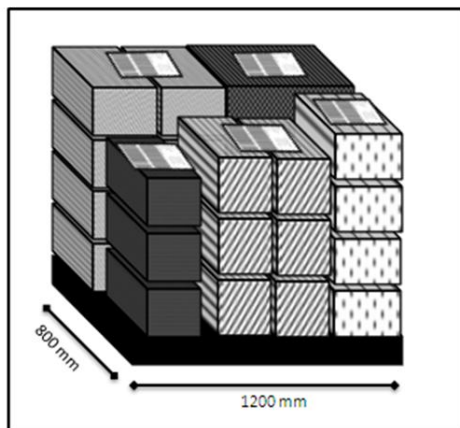

Figura 17 – Colocação de etiquetas paleta EAN 128 para cada conjunto de artigo/lote/validade
- a) Cada conjunto (1 ou mais colunas) de caixas do mesmo produto/lote/validade, tem de ser identificada com uma etiqueta de paleta GS1-128 / EAN128 (Figura 17), sendo que cada etiqueta tem que apresentar um código SSCC único por produto/lote/validade.